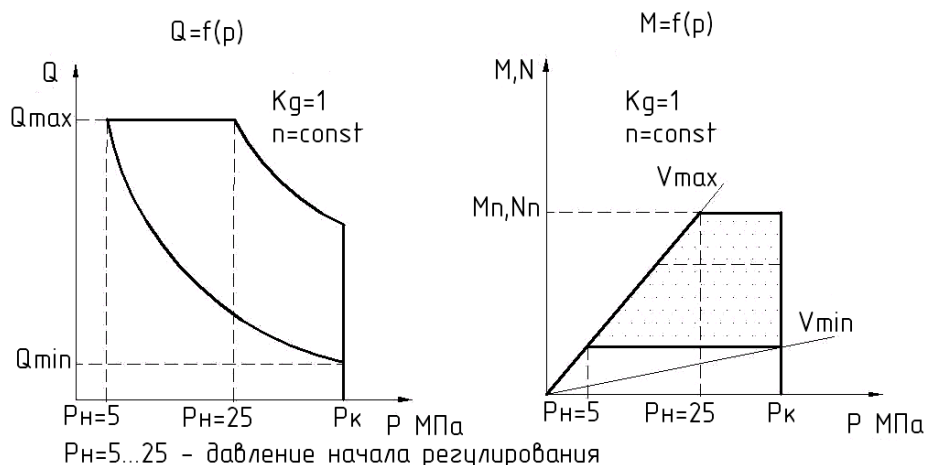

Рисунок 10 – График зависимости подачи  $Q$ , крутящего момента  $M$  и потребляемой мощности  $N$  от изменения давления  $p$ .
- Пока давление в гидросистеме не превышает  $P_n$  (рисунок 10), насос находится на максимальном рабочем объеме  $V_{max}$  и обеспечивает максимальную подачу  $Q_{max}$ .